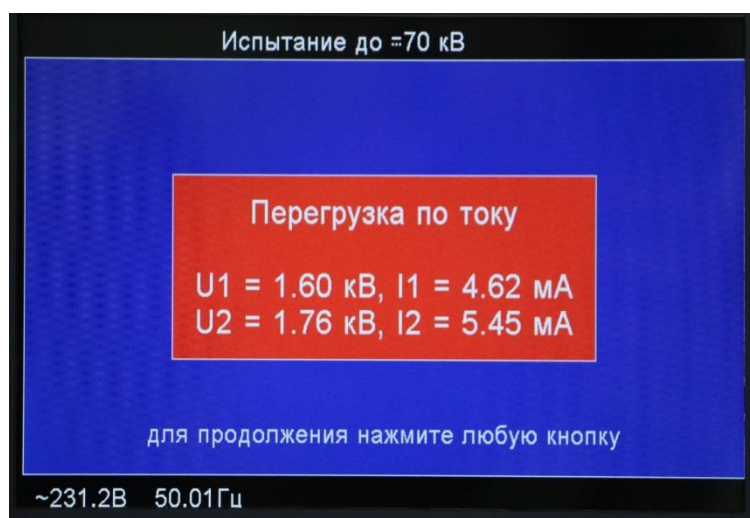

Рис.8.4.
8.2.4 В процессе испытаний возможен пробой нагрузки. В этом случае на экране появится сообщение рис. 8.4, в котором зафиксированы параметры тока и напряжения на момент пробоя (U_2 и I_2) и за секунду до пробоя (U_1 и I_1).